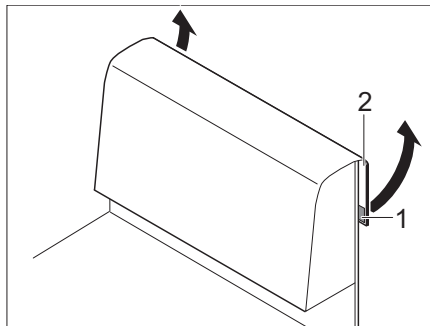

Bild 65 Rückenpolster
- Klettverbindung (Bild 65,1) am Stoffüberschlag (Bild 65,2) hinten lösen.
- Stoffüberschlag (Bild 65,2) nach oben abziehen.